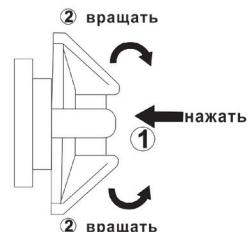

рис. 5
6.1 Наденьте щиток на голову. Нажмите регулируемую ручку вниз (в заднем положении головы), одновременно вращая ее против часовой стрелки, чтобы увеличить длину окружности головного обруча, или по часовой стрелке, чтобы уменьшить длину окружности головного обруча (рис. 5).